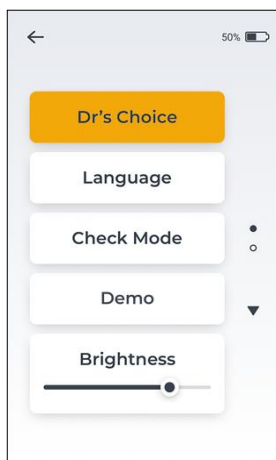
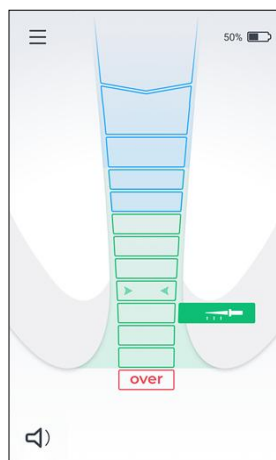

Fig. 12
Fig. 13
- Åpne Innstillinger-menyen og trykk på Dr's Choice-fanen – se fig. 12. «Dr's Choice» blir oransje når den er aktivert, og apikallinjen for Dr's Choice vises på startskjermen – se fig. 13.
- For å deaktivere den apikale linjen i Dr's Choice går du til innstillingsmenyen og slår Dr's Choice av ved å trykke på fanen Dr's Choice – se fig. 12.